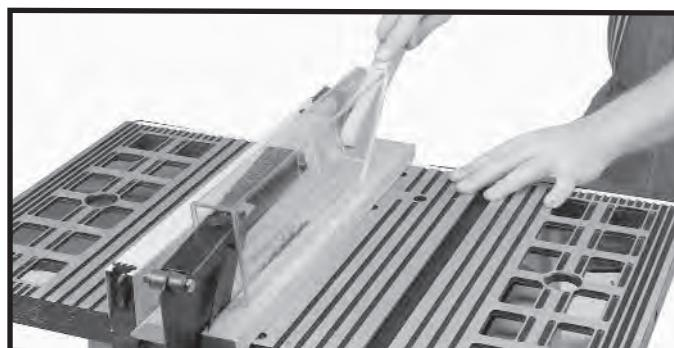

Fig. 41
2. Se a largura da peça cortada longitudinalmente for menor que 10 cm, um bastão deverá ser usado para empurrar a peça completamente, como mostra a Fig. 41. O bastão pode ser facilmente fabricado a partir de fragmentos de madeira, como explica a seção “**CONSTRUINDO UM BASTÃO.**”